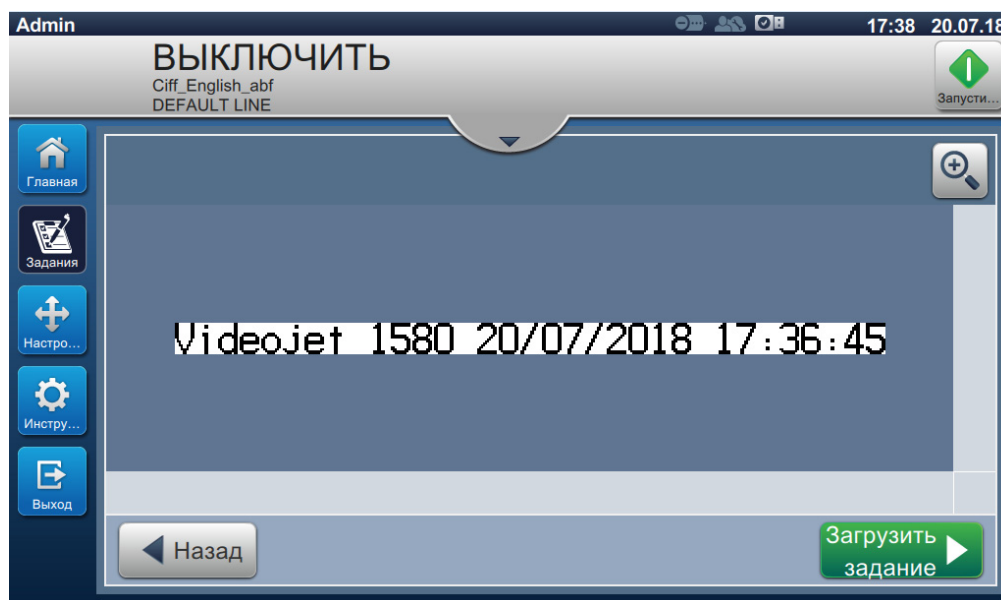

Рис. 4-4: Выбор и загрузка заданий
3. Нажмите кнопку , чтобы загрузить задание для печати, как показано на Рис. 4-4.